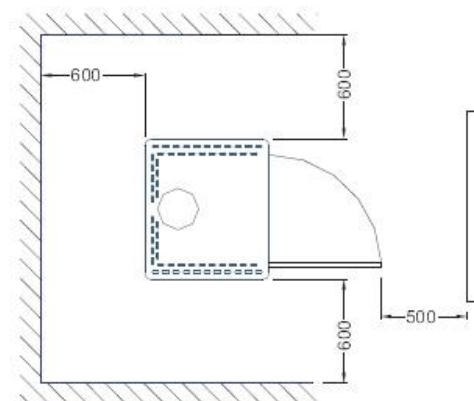

Рис. 21
2. Снимите дверцы печи и топки, выдвинув их вверх, см. Рис. 21.